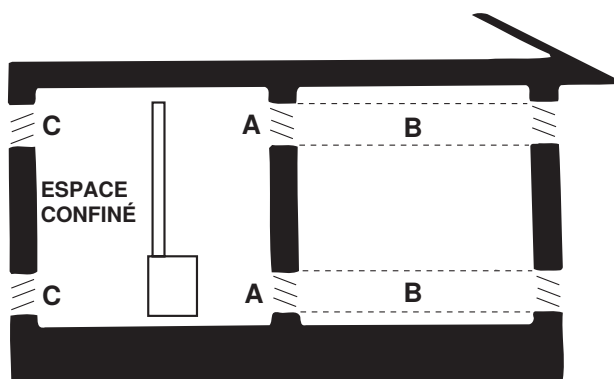

Figure 6. Ouvertures d'air de combustion en espace confiné (se référer au Tableau 6)
- Prévoyez des ouvertures (selon la source d'air de combustion) près du plancher et du plafond pour obtenir l'air de ventilation et l'air de combustion montrés à la Figure 6 et donnés au Tableau 6.
*Voir Figure 6.